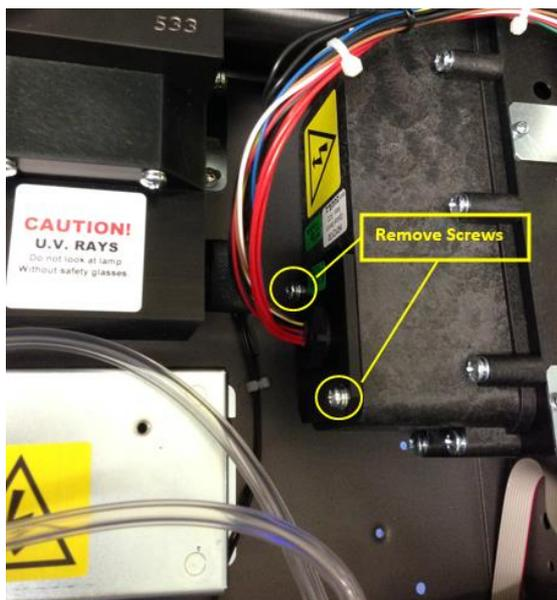

Figure 57 – Retrait du bouchon d'accès aux sachets déshydratants
2. À l'aide d'un tournevis cruciforme coudé, retirer le bouchon d'accès aux sachets déshydratants du boîtier du tube photomultiplicateur (voir la Figure 57).